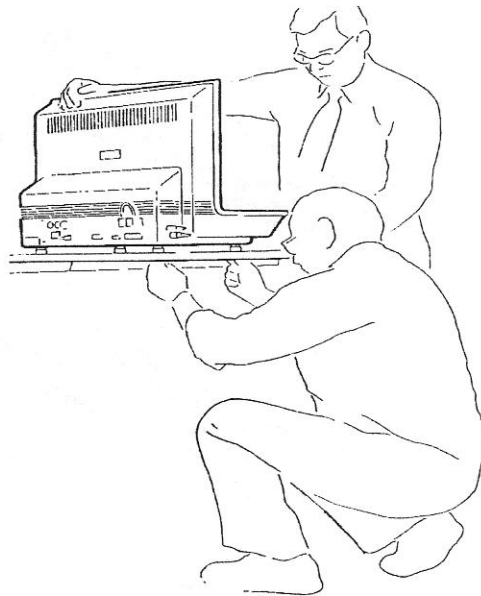

Abbildung 1.2 — Entfernen der Sperrholzplatte
4. Stellen Sie das Gerät so auf den Rand eines Tisches, daß zwei der Muttern von unten her zugänglich sind (s. Abb. 1.2) und bitten Sie Ihren Assistenten, es **so lange festzuhalten, wie es sich in dieser Position befindet.**